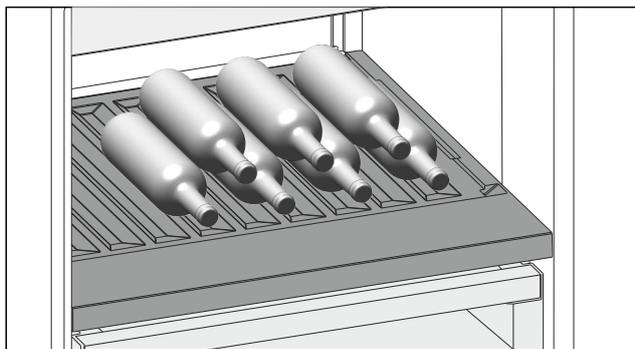

Fig. 110
- Fľaše vkladajte dnom dozadu k zadnej stene. (pozri Fig. 110)